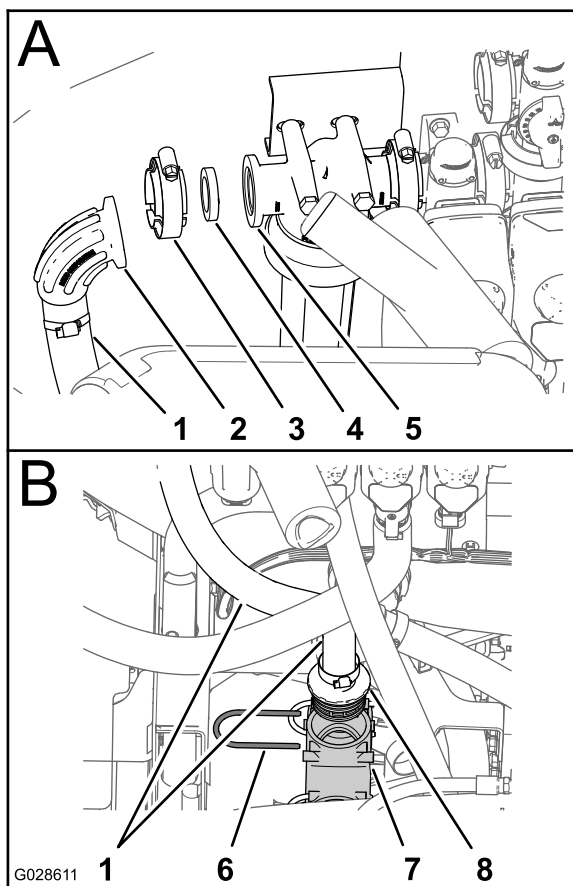

Рисунок 17
1. Снимите хомут фланца, прокладку, колено и впускной шланг с головки фильтра линии нагнетания (вид А на Рисунок 17).
2. Снимите держатель, который крепит прямой штуцер впускного шланга к нижнему тройнику системы опрыскивателя, и снимите впускной шланг с машины (вид В на Рисунок 17)